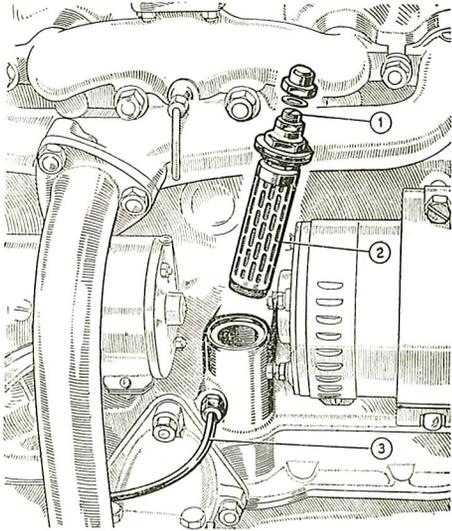

Fig. 28. — Filtro d'olio del motore, smontato.
26. — **Filtro dell'olio di mandata:** Svitare il raccordo che porta la valvolina regolatrice della pressione e la reticella filtro (fig. 28), e lavare quest'ultima nella benzina o nel petrolio.